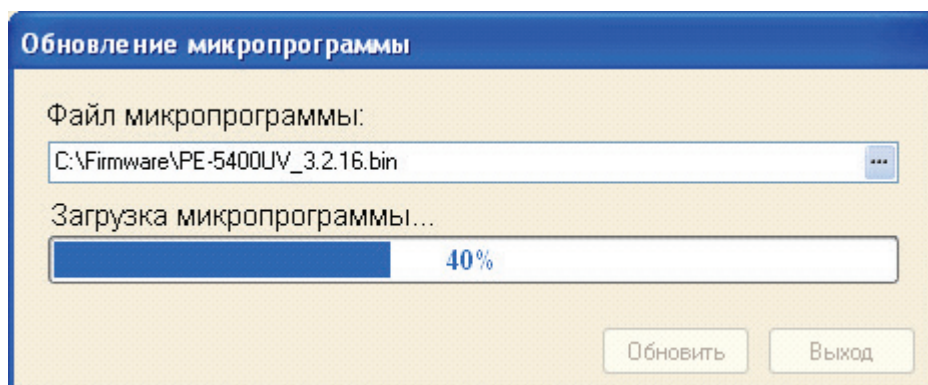

Рисунок 19 – Загрузка микропрограммы.
При нажатии кнопки в правой части поля «Файл микропрограммы» откроется диалог выбора файла. Укажите файл с микропрограммой, поставленный производителем и нажмите кнопку «Обновить». Начнётся процесс обновления микропрограммы (Рисунок 19). При этом на дисплее прибора появится надпись «Updating...».
-  – кнопка «Свойства страницы». Открывает окно настройки страницы (Рисунок 19), с помощью которого можно задать основные свойства страницы для печати.